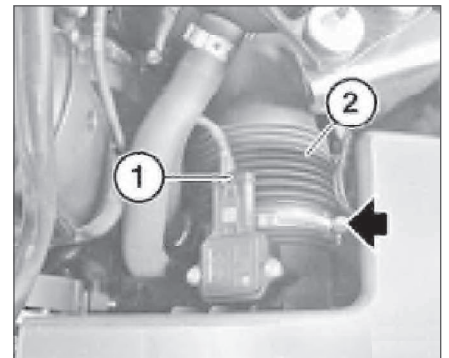

Рис. 6.225. Шланг
- При снятии корпуса воздушного фильтра следует разблокировать и отсоединить ШС (1, рис.6.225), ослабить хомут и отсоединить шланг (2) подвода воздуха.